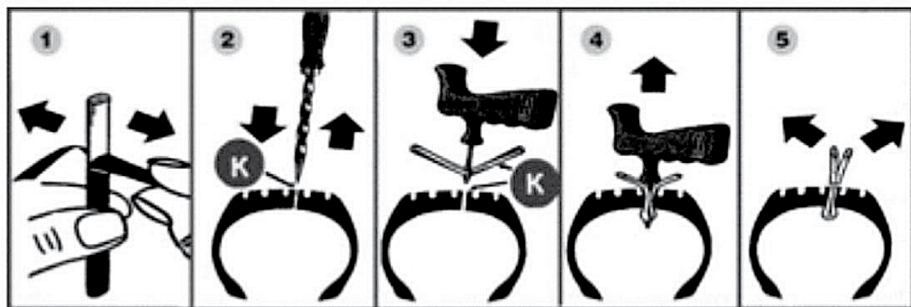

Рисунок 4 – схема ремонта шин шнуром
Зачистить место прокола приспособлением для зачистки прокола (2). Ввести в прокол приспособление для вставки шнура (без шнура) для проверки чистоты обработки. Смазать стенки прокола клеем (2). Снять со шнура защитную плёнку с одного конца (1) и этой частью ввести шнур в прорезь приспособления для вставки шнура (3). Снять плёнку со всего шнура, смазать шнур и прорезь приспособления клеем (3), ввести приспособление со шнуром в повреждение и протолкнуть шнур (4), оставив на поверхности шины конец шнура длиной не менее 5 мм. Удалить приспособление из шины, срезать выступающий конец шнура на уровне протектора (5) см. Рисунок 4.